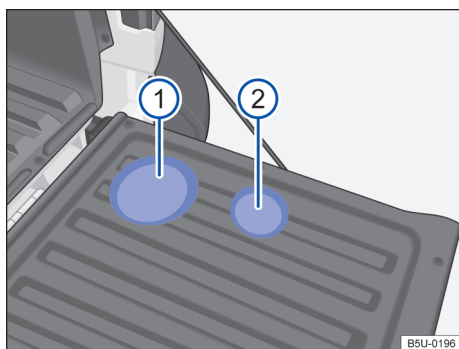

Fig. 116 No revestimento da tampa do compartimento de carga: ① porta-garrafas e ② porta-copos.
Para utilizar os porta-garrafas → Fig. 116 ① e os porta-copos ② abra a tampa do compartimento de carga.